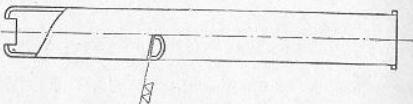

Рис. 50. Зачистка стенки выреза магазинной коробки
(I) При наличии скругления зачистить верхнюю стенку выреза магазина полукруглым надфилем (рис. 50).